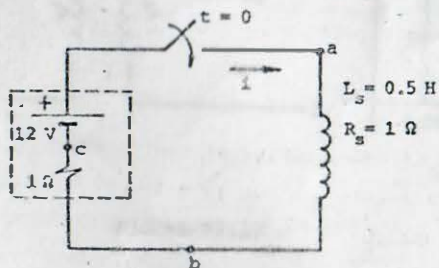

FIGURA P7.10
7.10 Un solenoide de inductancia propia  $L_s = 0.5$  H y resistencia  $R_s = 1 \Omega$  se conecta a una fuente de 12 V con resistencia interna  $r = 1 \Omega$  como se muestra en la figura P7.10. Dibuje las gráficas de  $i$ ,  $V_{ab}$  y  $V_{cb}$  contra el tiempo, para el intervalo  $0 \leq t \leq 1.4$  s. Indique las magnitudes de las variaciones cada 0.2 s.